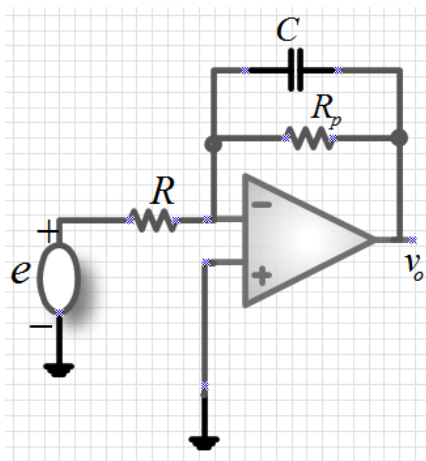

FIG. 13 –
1. Réaliser le montage de la figure 13. $C = 1\mu F$, $R = 1k\Omega$ et $R_p = 10k\Omega$. La tension e est un signal carré de fréquence $1,5kHz$ et d'amplitude $1V$. Visualiser la tension de sortie v_o . Conclure